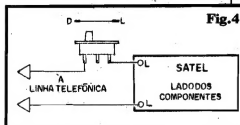

Fig. 4
- FIG. 4 - CONEXÕES EXTERNAS À PLACA - São mínimas as ligações entre a plaquinha do SATEL e o "mundo exterior"... Feita aos pontos "L-L" (a placa, na figura, é vista ainda pela sua face não cobreada...) através de um par de fios, uma delas deve receber a intercalação da chavinha "li-